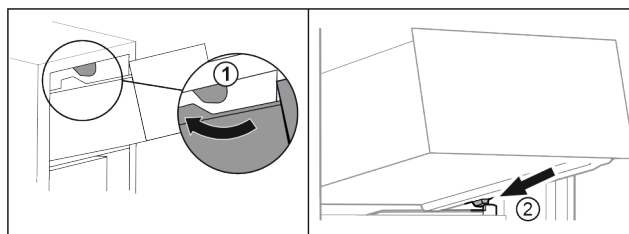

Fig. 40
- ▶ Vedte zásuvku podél horních zářezek. Fig. 40 (1)
- ▶ Nasadte zásuvku šikmo za dolní zářezky na žebrování na nádobě. Fig. 40 (2)